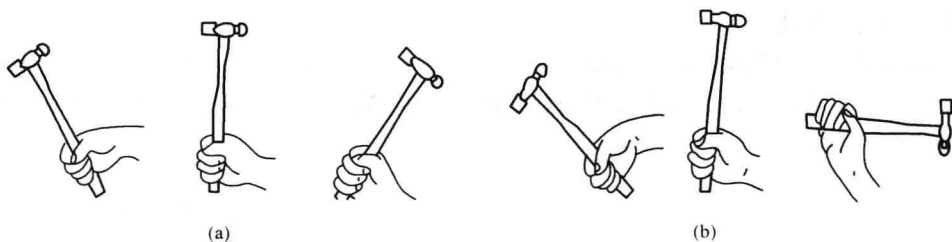

图 1-7 手锤的握法
1) 紧握法。这种握法是: 右手五指紧握锤柄, 大拇指合在食指上, 虎口对准锤头方向, 木柄尾端露出 $15\sim 30\text{mm}$, 在锤击过程中五指始终紧握。这种方法因手锤紧握, 所以容易疲劳或将手磨破, 应尽量少用, 如图 1-7(a) 所示。
2) 松握法。这种握法是: 在锤击过程中, 拇指与食指仍卡住锤柄, 其余三指稍有自然松动并压着锤柄, 锤击时三指随冲击逐渐收拢。这种握法的优点是轻便自如、锤击有力, 不易疲劳, 故常在操作中使用, 如图 1-7(b) 所示。
(3) 手锤的使用注意事项。